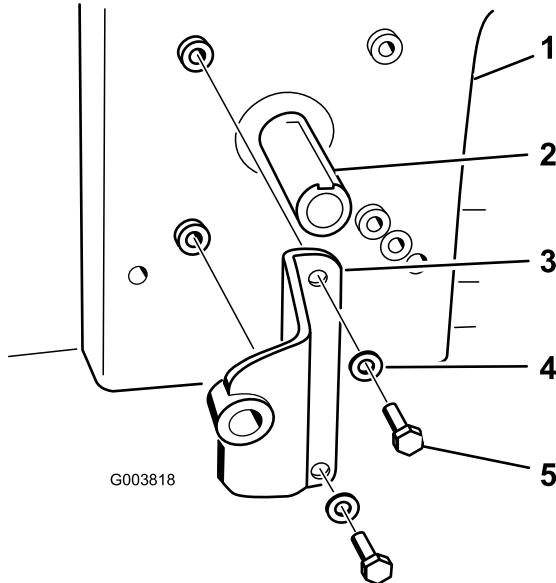

Figure 18
- 4. Fixez le support de la pompe au moteur au moyen de 2 boulons (5/16 x 3/4 po) et 2 rondelles (3/8 po). Reportez-vous à la Figure 18 pour savoir comment installer correctement le support de pompe.